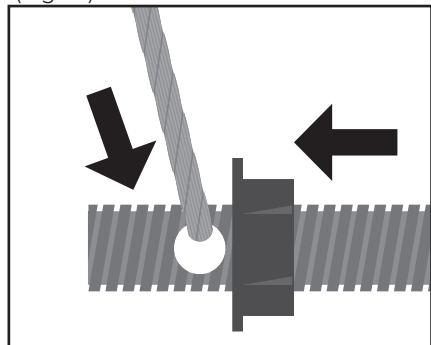

Fig. 11
5. Acheminez le câble en acier via la roue de guidage supérieure vers l'extérieur de la colonne, insérez-le dans le trou de montage du boulon et serrez (Fig. 11).